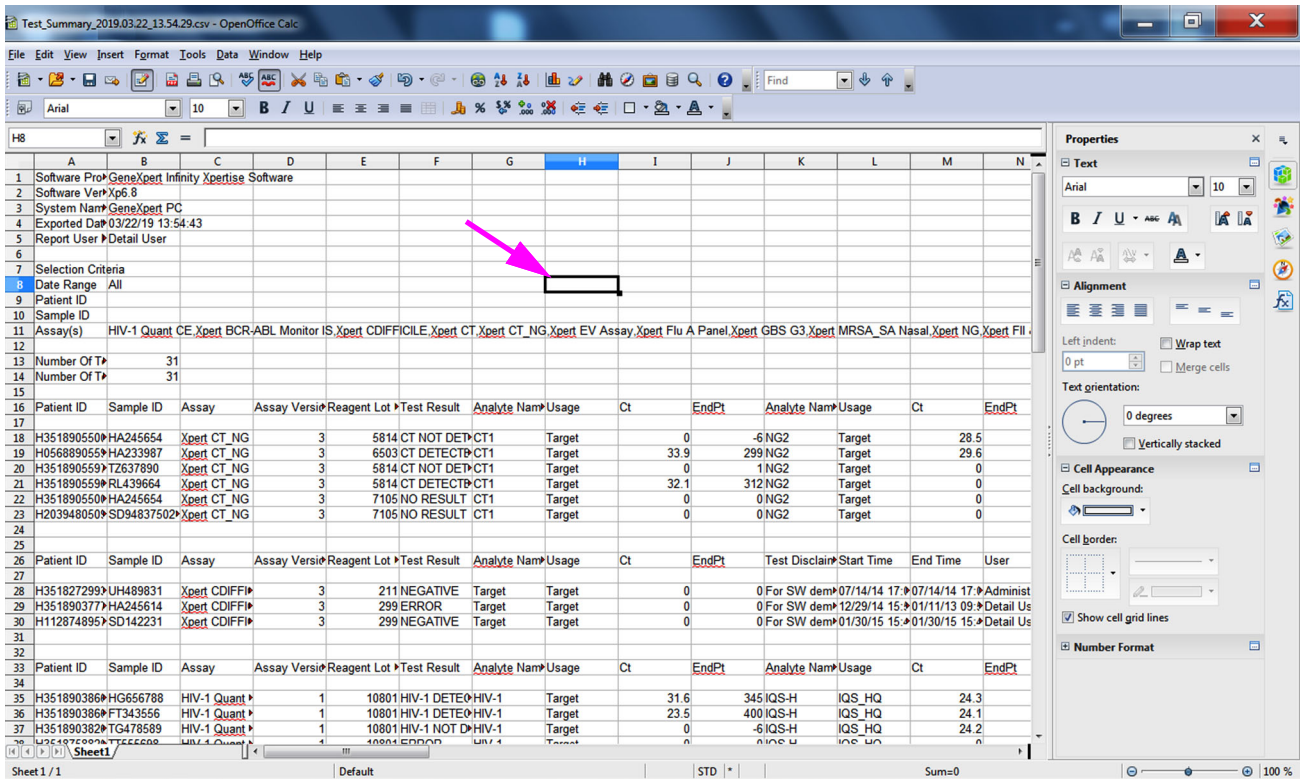

図 C-9. 列が調整されたファイルの最後の表示
12. **デフォルト値 (Default value)** 左側のチェックボックスをクリックし、**OK** をクリックしてダイアログボックスを閉じます。その後、列の幅が調整され、図 C-9 に示すようにファイルがフォーマットされます。空白の列の任意の場所をクリックして青いセルの選択を解除し、セルを白色に戻します。